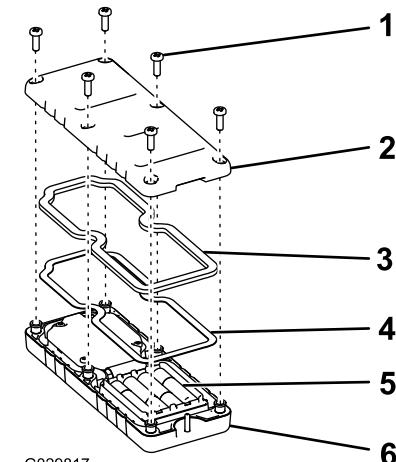

图31
5. 放回后盖，并用先前卸下的 6 个螺丝固定（图31），上紧螺丝扭矩至 1.5~1.7N·m。
1. 从遥控器后面卸下 6 个螺钉，然后取下后盖（图 31）。